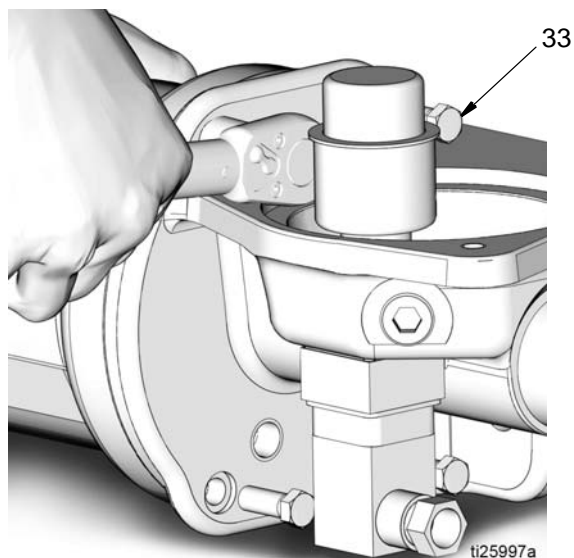

Рис. 53
- с. Вкрутите 4 новых болта. Затяните вручную болты (33) равномерно, каждый понемногу за один раз крест-накрест. Затем затяните крест-накрест с усилием 10 - 13 футофунтов. (13.5-17.6 Н•м). См. Рис. 53.